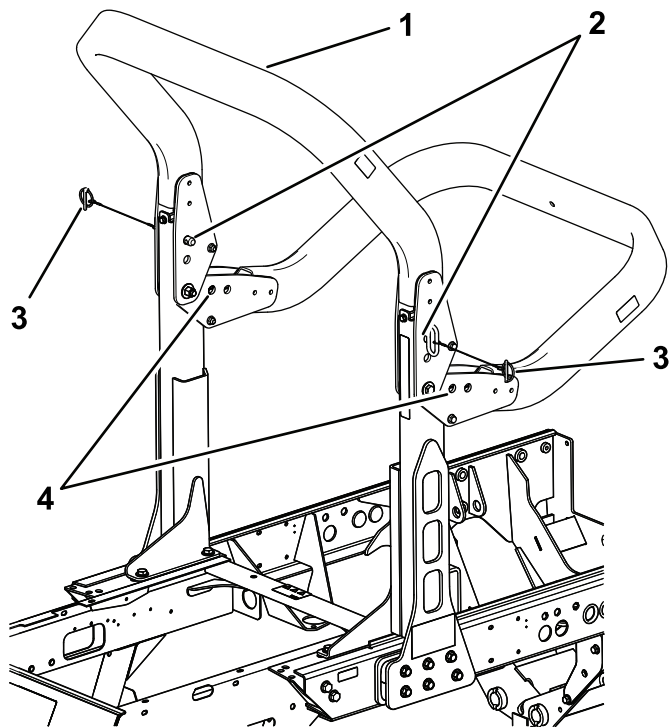

Рисунок 73
- Поддерживайте верхнюю раму защитной дуги, когда снимаете шплинты и шплинтуемые штифты с кронштейнов осей поворота (Рисунок 73).